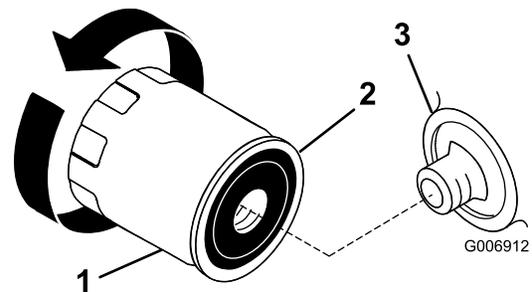

Bild 33
2. Entfernen Sie den alten Ölfilter und wischen Sie die Oberfläche der Filteradapterdichtung (Bild 33) ab.
3. Schmieren Sie die Gummidichtung am neuen Ölfilter (Bild 33) mit etwas Frischöl ein.
5. Drehen Sie den Ölfilter nach rechts, bis die Gummidichtung das Filterzwischenstück berührt. Ziehen Sie es dann um eine weitere 1/2 bis 3/4 Umdrehung fester (Bild 33).